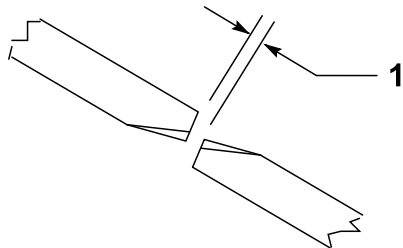

Рисунок 28
Чтобы обеспечить правильную работу режущего блока, должен быть зазор от 10 до 16 мм между концами ножей боковой и средней деки газонокосилки (Рисунок 28).
2. Поверните средний и прилегающий боковой нож так, чтобы концы ножей были совмещены. Измерьте расстояние между концами ножей (Рисунок 28).